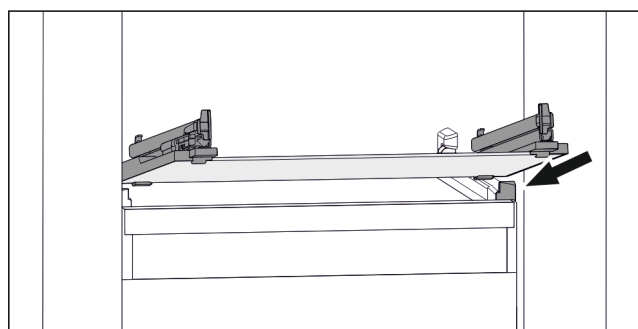

Fig. 31 Příklad znázornění skleněné desky
- ▶ Nasad'te skleněnou desku šikmo za zarážky. (viz Fig. 31)